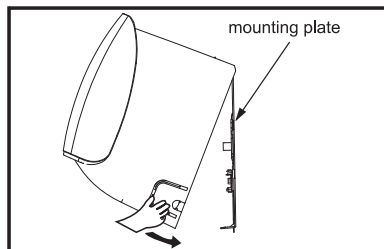

Fig. 19
- 8) Mbyllini dy mbajtëset në pllakën e montimit në mur siç tregohet në Fig. 18. Më pas lëvizeni njësinë pak nga pak, për të realizuar pozicionimin më të mirë, pastaj shtypeni njësinë në 2 vendet e caktuara poshtë (Fig.19).